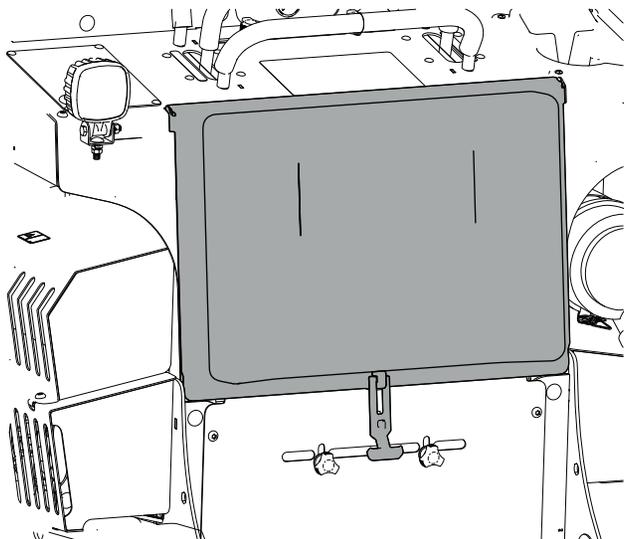

Figure 28
1. Déposez le coussin de la plate-forme de l'utilisateur (Figure 28).